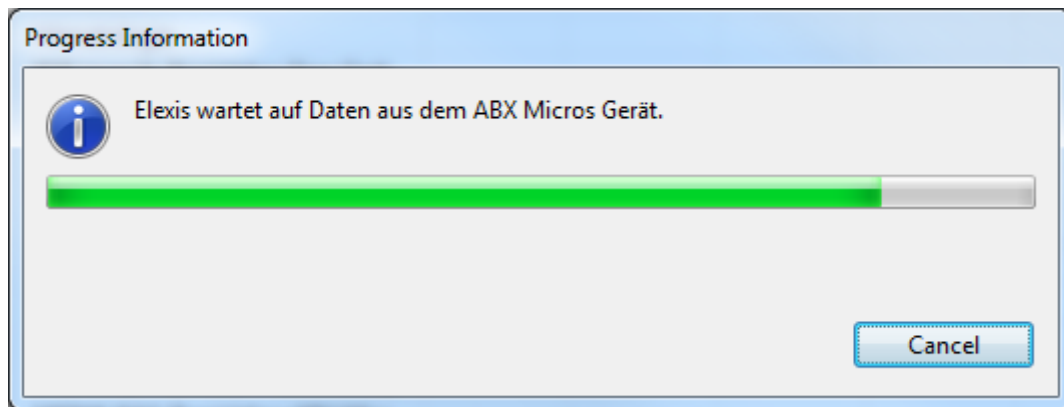

Abbildung 3: Verbindung zum ABX Micros ist aufgebaut
**Im Hintergrund:** Damit beeinflussen Sie das Verhalten von Elexis. Bei eingeschalteter Option wird die Übertragung im Hintergrund ausgeführt und Sie können weiter in Elexis arbeiten. Bei ausgeschalteter Option erscheint die Abb. 3